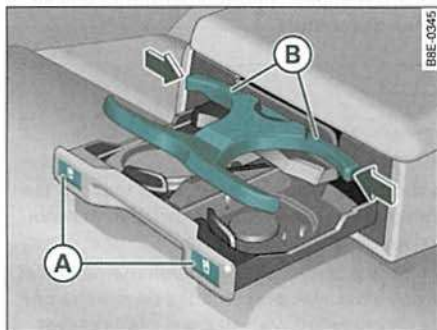

Fig. 112 Portabebidas en el reposabrazos trasero
- Pulse sobre el símbolo  (A) ⇒ fig. 112.